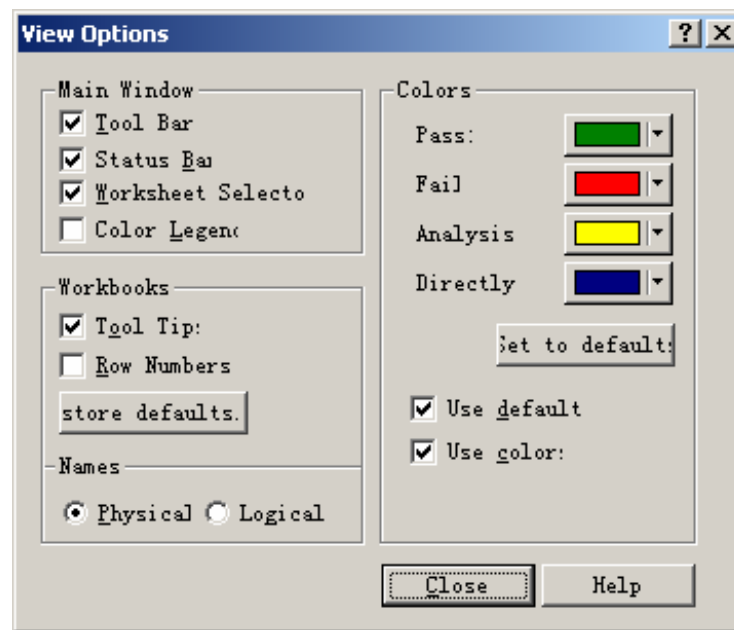

图 3-11 【View Options】界面
1. 在约束管理器界面选择【View】/【Options】命令。请见图 3-11。